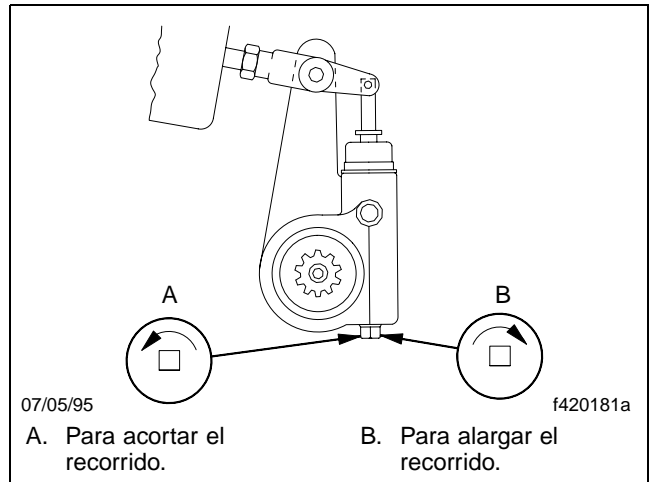

Figura 11.21, Ajuste del recorrido del freno
Gire la tuerca de ajuste un octavo de una vuelta, tal como se muestra en la **Figura 11.21**. Mida el recorrido de nuevo, y siga ajustándolo hasta que sea el correcto.
- Gire la tuerca de ajuste un octavo de una vuelta (**Figura 11.21**). Mida el recorrido de nuevo, y siga ajustándolo hasta que sea el correcto.